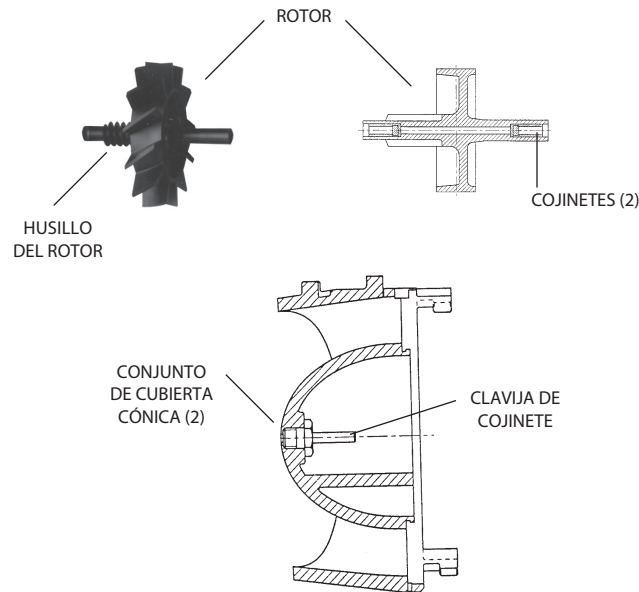

Figura 12: Conjunto de rotor y cubierta cónica (conjuntos de cabezal del turbo de 2, 3, 4 y 6 pulg.)
2. Sostenga la cubierta cónica/aletas enderezadoras y hágalas girar en el sentido de las agujas del reloj, desacoplando así la conexión de calibración de la pestaña en el anillo de calibración y desbloqueando las bayonetas de las cubiertas cónicas de la jaula (vea la Figura 12).
Verifique si el husillo y las aspas del rotor tienen signos de daños o desgaste. También revise los casquillos de los cojinetes en el eje delantero y trasero. Si aparecen daños o desgaste, reemplace la pieza (vea la Figura 12). Si se detectan depósitos de agua, quite cualquier depósito mineral de las superficies de las aspas del rotor, el diámetro interior de la pieza de inserción de la jaula y las aletas de la cubierta cónica y las superficies de contacto.
Revise las clavijas de los cojinetes del rotor en el conjunto de aletas enderezadoras y cubierta cónica para detectar signos de daños y desgaste (vea la Figura 12). El extremo esférico de la clavija del cojinete no debe mostrar ninguna línea de arrastre ni desgaste.